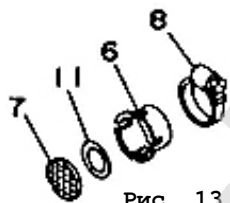

Рис. 13.
9.3.8. Демонтировать сетку искрогасителя поз. 7 (рис. 13) выпускного отверстия поз. 8 (рис. 1), ослабив хомут крепления поз. 8 (рис. 13). Удалить загрязнения механическим способом. Установить сетку на штатное место, затянуть хомут.